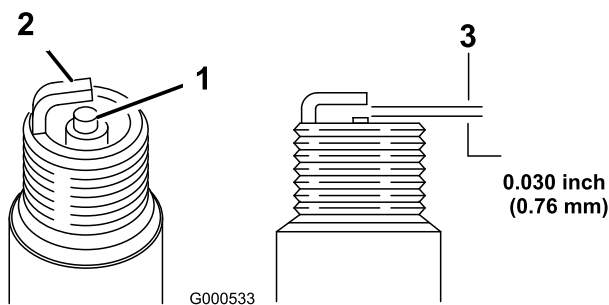

Figure 18
5. Réglez l'écartement des électrodes à 0,76 mm (0,030 po), comme montré à la Figure 18.